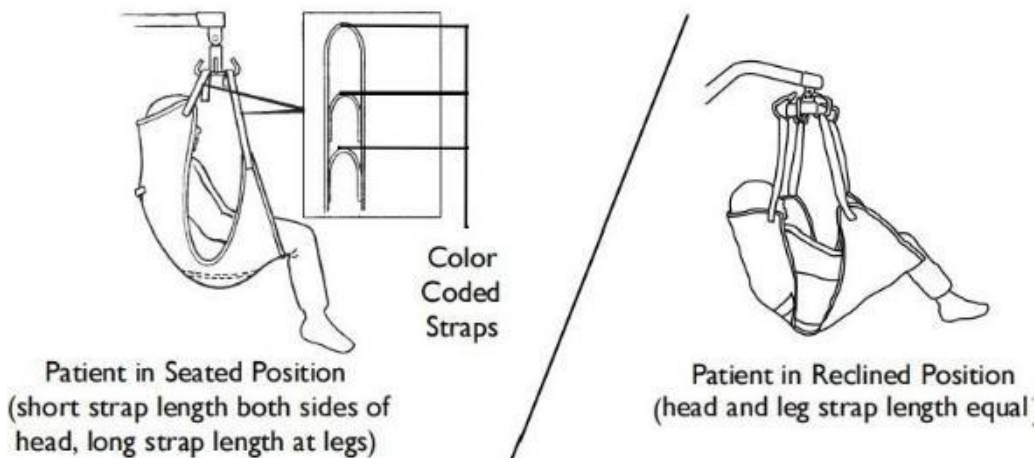

**ABBILDUNG 1.3** Anbringen des einteiligen Hebegurts am Patientenlifter
**HINWEIS:** Für dieses Verfahren siehe ABBILDUNG 1.3.